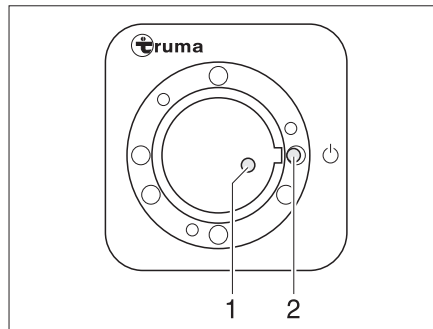
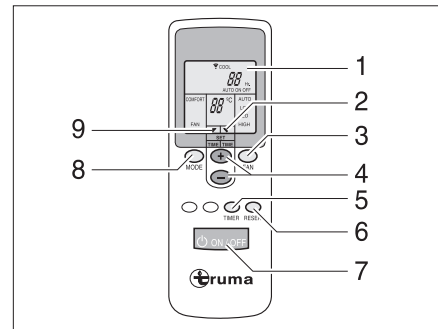

Fig. 113 Receptor
Fig. 114 Mando a distancia
- Conectar el mando a distancia por medio del interruptor (Fig. 114,7). La luz de control verde (Fig. 113,1) indica el funcionamiento de refrigeración.
- Ajustar el modo de funcionamiento deseado con la tecla (Fig. 114,8).
- De ser necesario, ajustar la potencia del ventilador y la temperatura ambiente deseadas con las teclas (Fig. 114,3 y 4). La flecha (Fig. 114,9) indica el modo de ajuste seleccionado.
- ▷ En el receptor se encuentra un pulsador interruptor adicional (Fig. 113,2) con el cual la instalación de aire acondicionado también se puede desconectar o conectar sin mando a distancia. En caso de que se conecte la instalación de aire acondicionado por medio de este pulsador interruptor, automáticamente se seleccionará el último modo de funcionamiento ajustado en el mando a distancia.
- Para desconectar, volver a pulsar la tecla (Fig. 114,7) del mando a distancia.
- Para la programación, conectar la instalación de aire acondicionado con la tecla (Fig. 114,7) del mando a distancia.
- Ajustar el modo de funcionamiento y la temperatura ambiente deseados con las teclas (Fig. 114,8, 3 y 4).
- Seleccionar la función deseada (Fig. 114,1) con la tecla (Fig. 114,5):
- Seleccionar el tiempo de conmutación deseado (de 1 a 15 horas) con las teclas (Fig. 114,4). La flecha (Fig. 114,2) parpadea e indica el modo de ajuste seleccionado.
- ▷ Con la tecla (Fig. 114,6) se realizan transmisiones repetidas de los ajustes del mando a distancia al emisor.